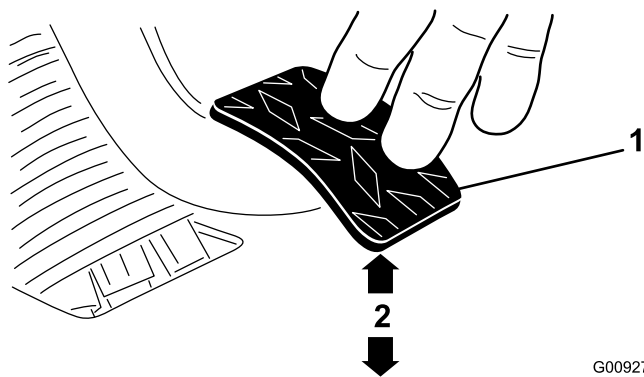

Figura 62
3. Ajuste las contratuercas o la articulación esférica hasta que el borde trasero del pedal del embrague esté a 9.2 mm – 9.8 cm (35/8" – 37/8") del borde superior del dibujo a rombos de la chapa de suelo al aplicar una fuerza de 1.8 kg (4 libras) al pedal (Figura 62).